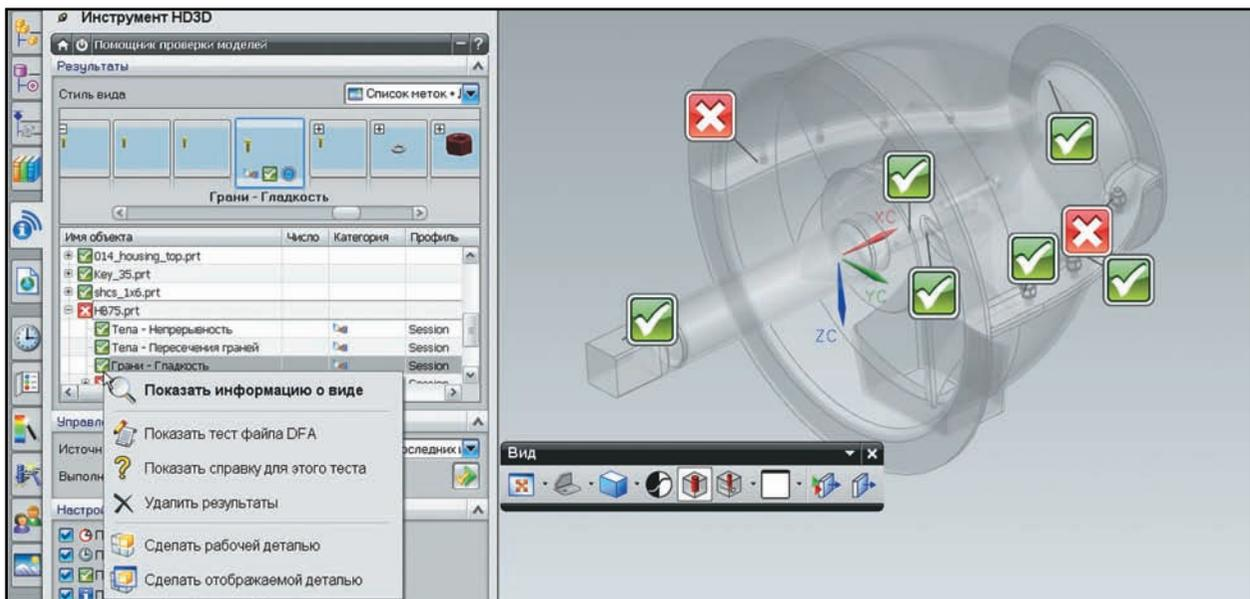

Рисунок 11.20. Просмотр результатов в режиме полупрозрачности
- На инструментальной панели **Вид (View)** активируйте режим полупрозрачности для более четкого представления графических данных. В этом режиме, выбирая модели в списке **Результаты**, исследуйте полученные результаты (рис. 11.20).